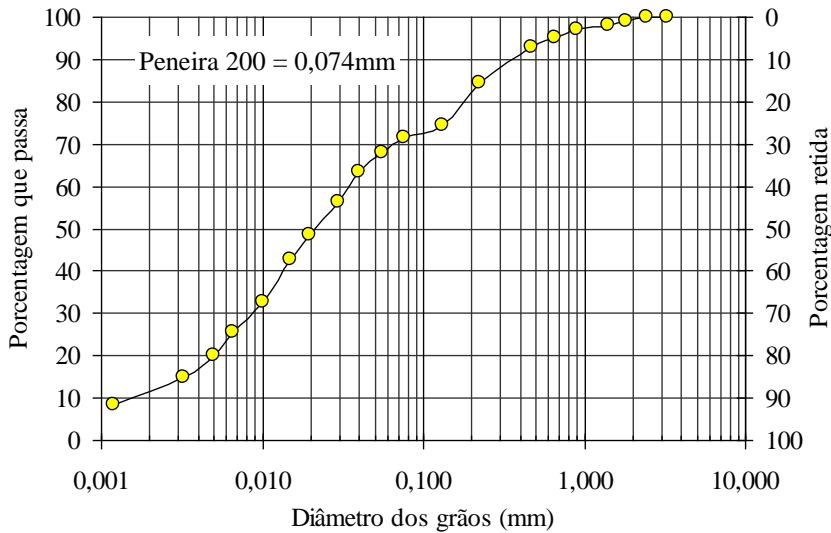

Figura 1: Curva Granulométrica.
1. Através da Figura 1 diga a quantidade, em porcentagem, de argila, silte e areia presente no solo. Quais os Parâmetros obtidos pela Curva Granulométrica?